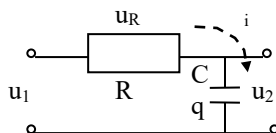

Рис.2.39
**Вариант 6.** Изучить процесс установления напряжения в  $RC$ -цепочке (рис.2.39). Падение напряжения на сопротивлении  $R$  равно разности между входным  $u_1$  и выходным  $u_2$  напряжениями ( $u_2 = u_c$  – напряжение на конденсаторе  $C$ ),  $u_R = u_1 - u_2$ ; напряжение  $u_R$  определяет ток  $i = u_R/R$ ; заряд конденсатора: